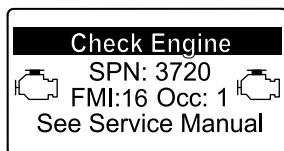

Figura 47
- Aviso do motor SPN 3720, FMI 16 (Figura 47)